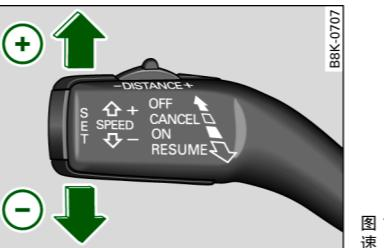

图 126 操纵杆：更改车速
- 将操作杆 短促 朝方向 (+) 推 ⇒ 图 126。存储的车速便会按车速表中的刻度线提高一格。